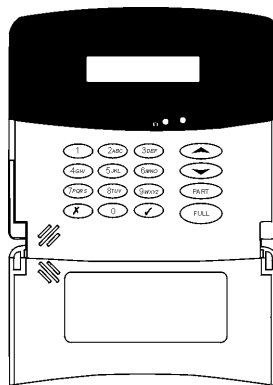

Figura 3: Teclado de Programación LCD (PK836)
7. Todas las funciones de registro y test, descritas en las siguientes secciones, se realizan desde el teclado LCD de programación (PK836), mostrado en Figura 3. Conecte el teclado de programación (PK836) al conector para el teclado de programación.